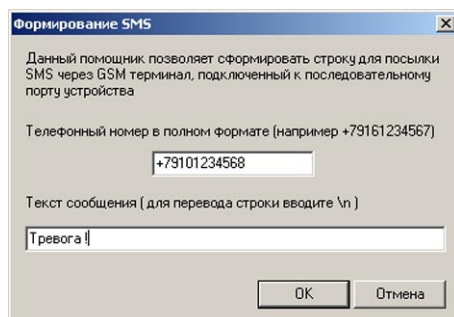

Рис. 48
1. Задать мобильный телефонный номер получателя и текст сообщения. Для этого в панели настроек «Общие/Действия» (п. 5.1.2, рис. 19) в поле «Команды в порт» нажмите кнопку «SMS» под нужной строкой, откроется окно, рис. 48.